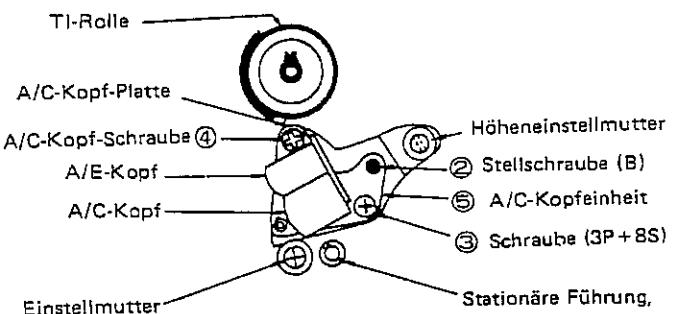

Abbildung 23.
1) Falls unnormales Verhalten beim Bandlaufbetrieb erkennbar ist, führt man die folgenden Einstellungen mit Bezug auf Abb. 23 und 25 durch.
4. Wenn eine Einstellung erforderlich ist, führt man diese mit Hilfe der Stellschrauben (B in Abb. 23) durch. Die Schrauben B leicht festziehen.
2) 1. Den Neigungswinkel des Tonkopfs mit der Höheneinstellvorrichtung und der Einstellschraube B wie in Abb. 23 gezeigt einstellen.